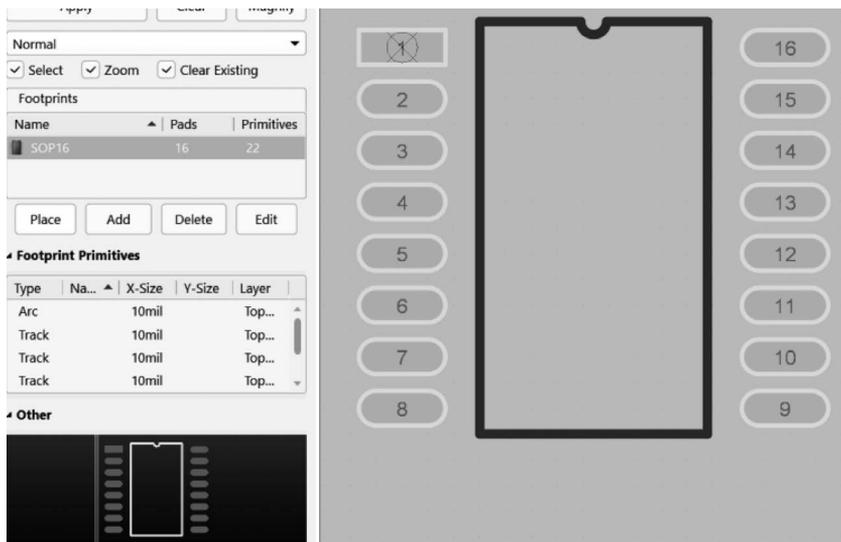

图 3-34 封装样式
(8) 单击 Next 按钮后,进入封装制作完成界面,单击 Finish 按钮后,完成制作,工作区会显示当前制作的封装,如图 3-34 所示。